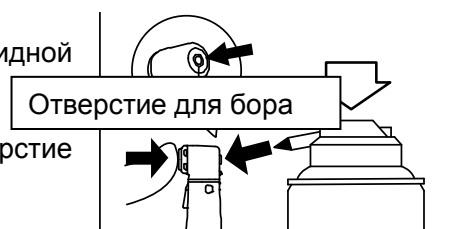

Рис. 11
- 2) Смажьте цангу непосредственно через отверстие для установки бора (Рис. 11).